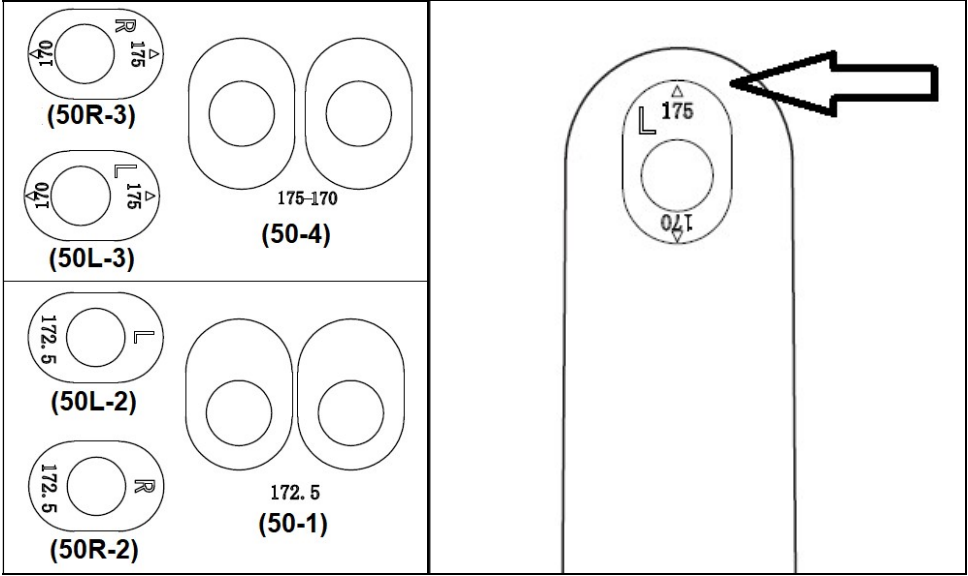

**Fig.2**
Introduzca el tubo del sillín (31) por el agujero del tubo saliente del cuerpo principal (81) y apriete la palanca (40), Fig.2.
Afloje la palanca de apriete (40), Fig.2, coloque el sillín a la altura adecuada para realizar el ejercicio y apriete fuertemente la palanca (40).